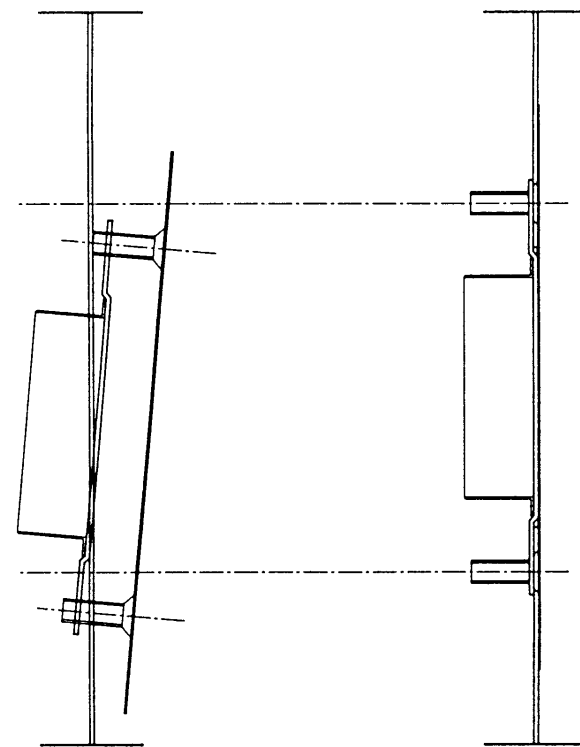

図3
2. 受は障子・縦框の切り欠きにビスを最大限ゆるめ図3の要領で上下にスライドさせて取付ます。